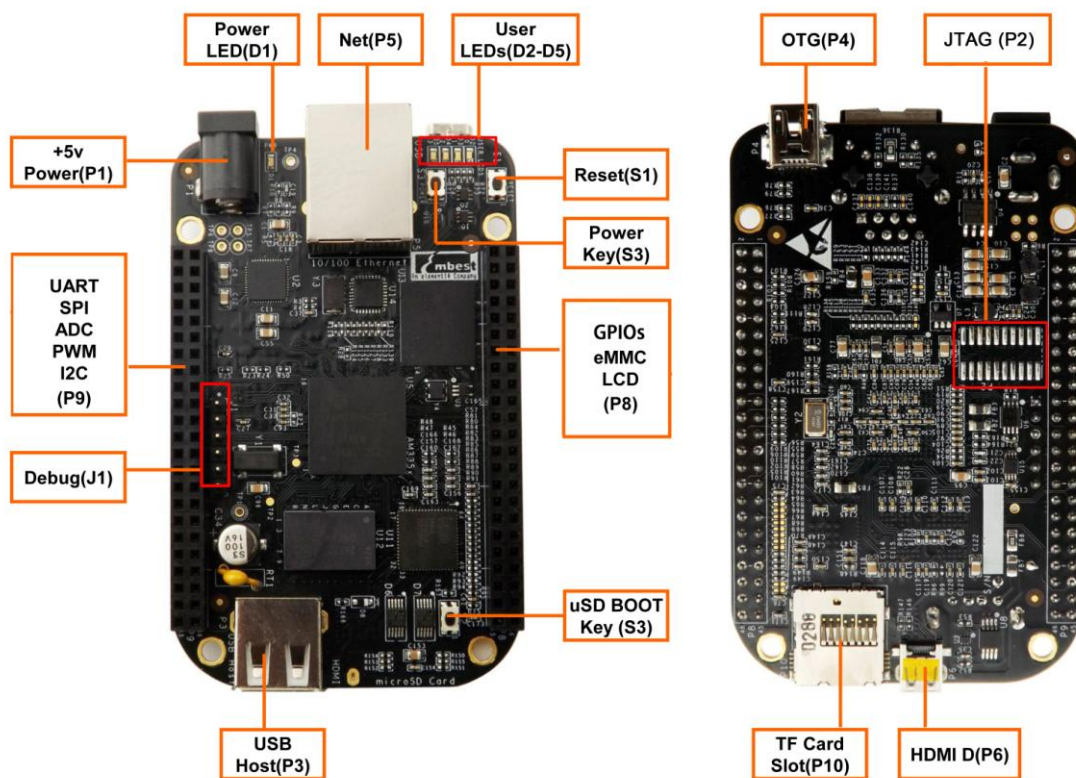

图 1 接口/按钮/LED
- 4) 将 MicroSD 卡插入中国版 BB-Black 的卡槽中，然后按住 uSD BOOT 按钮（请参考第 1 页上的图 1 接口/按钮/LED）并使用 USB 线缆接通电源；